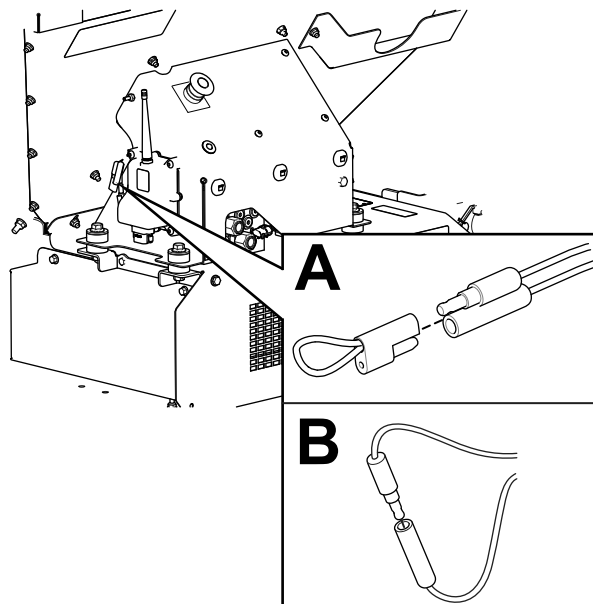

Figure 64
3. Branchez ensemble les prises shunt de diagnostic (Figure 64, B).
- Débranchez les prises shunt de diagnostic (Figure 64, B).
- Poussez le bouchon captif sur les 2 prises shunt de diagnostic (Figure 64, A).